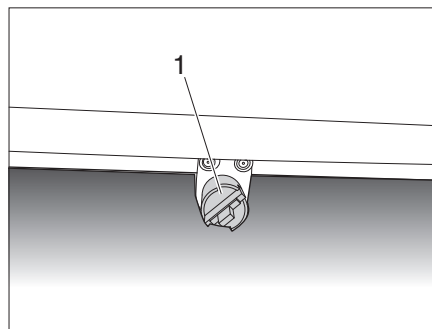
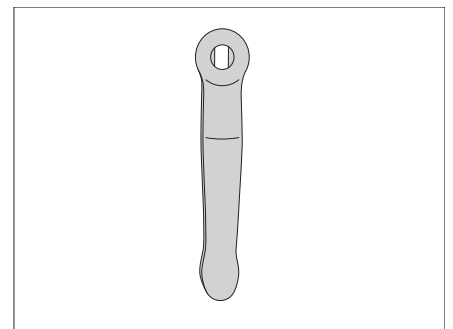
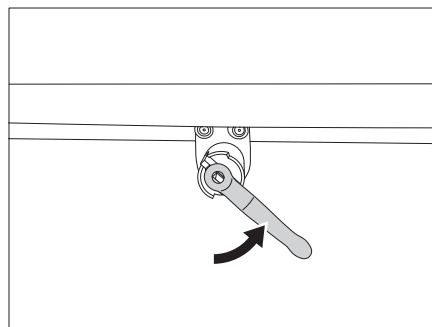

Bild 63 Ablauf Abwassertank
Bild 64 Tankschlüssel
Bild 65 Abwasserhahn öffnen
- Tankschlüssel (Bild 64) auf die Ablassereinrichtung (Bild 63,1) stecken.
- Zum Öffnen des Abwasserhahns den Tankschlüssel (Bild 64) eine Vierteldrehung gegen den Uhrzeigersinn drehen (Bild 65).
- Zum Schließen des Abwasserhahns den Tankschlüssel (Bild 64) im Uhrzeigersinn bis zum Anschlag zurückdrehen.
- Sicherstellen, dass die Ablassöffnung im Inneren des Frischwassertanks (Bild 61), der Abwasserhahn (Bild 63,1) und das Sicherheitsventil des Warmwasserboilers geschlossen sind.